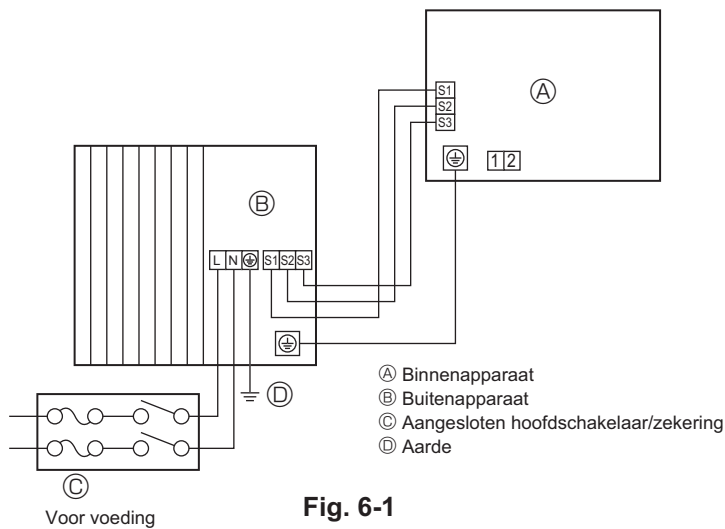
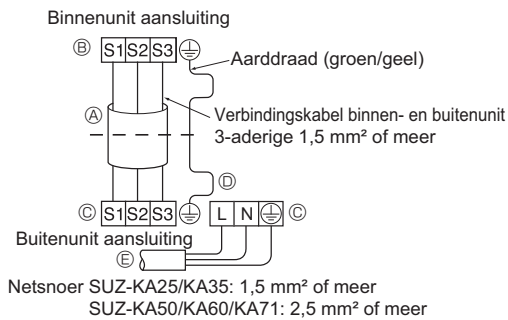
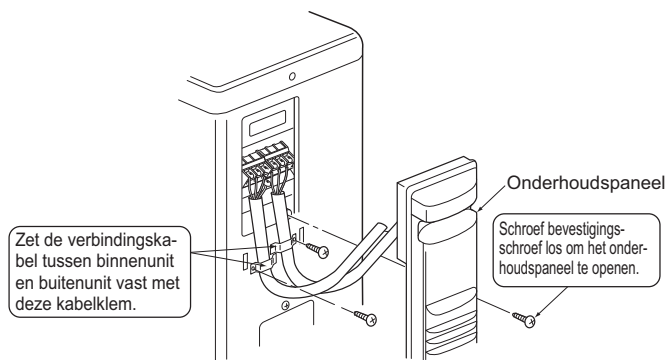
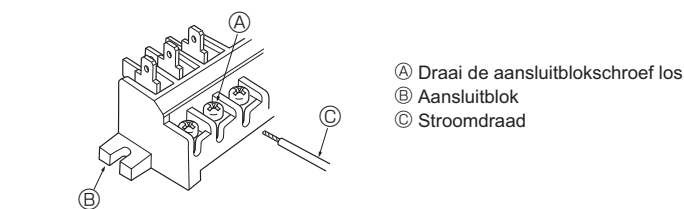

Fig. 6-1
Fig. 6-2
Fig. 6-3
Fig. 6-4
### 6.1. Buitenunit (Fig. 6-1, Fig. 6-2, Fig. 6-3, Fig. 6-4)
- ① Verwijder het onderhoudspaneel.
- ② Sluit de kabels aan volgens Fig. 6-1, Fig. 6-2, Fig. 6-3 en Fig. 6-4.
- Leg de bedrading aan zoals aangegeven in het diagram links onderaan. (Schaf de kabel ter plaatse aan) (Fig. 6-2)
- Zorg dat de kabels goed worden aangesloten. (Fig. 6-4)